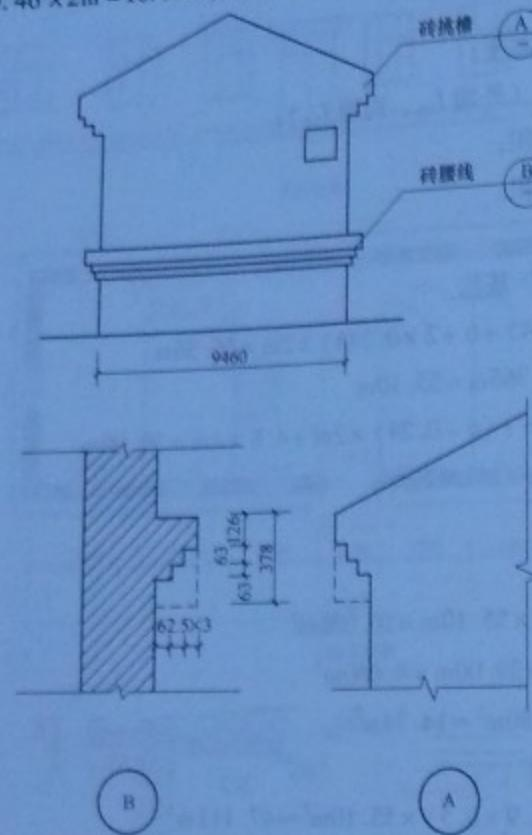

图 1-31 三皮砖以上腰线和挑檐示意图
**【例 1-31】** 某砖结构建筑物的砖腰线如图 1-31 所示, 其两边纵墙上的长度为 31.8m, 两头山墙的长为  $9.46 \times 2 \text{m} = 18.92 \text{m}$ , 试计算该建筑砖腰线的工程量。